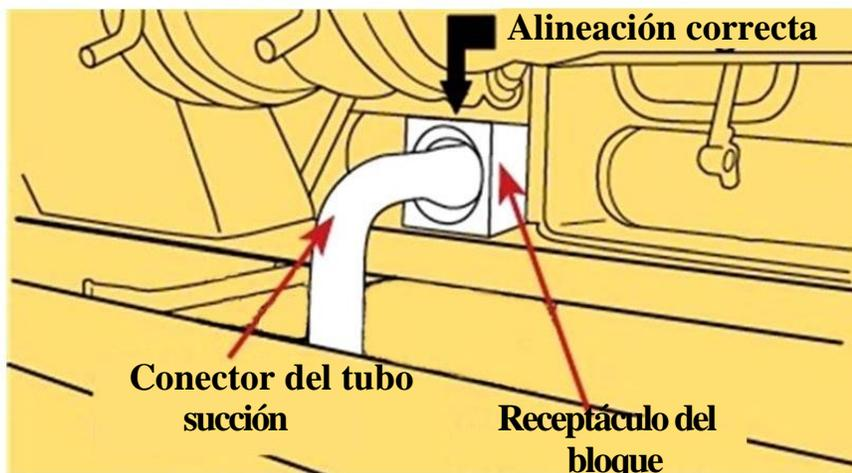

Fig. 5
3. Cerciórese que el tanque del filtro esté cerrado y que estén en la posición correcta el tubo de succión y el receptáculo del bloque (Fig. 5).